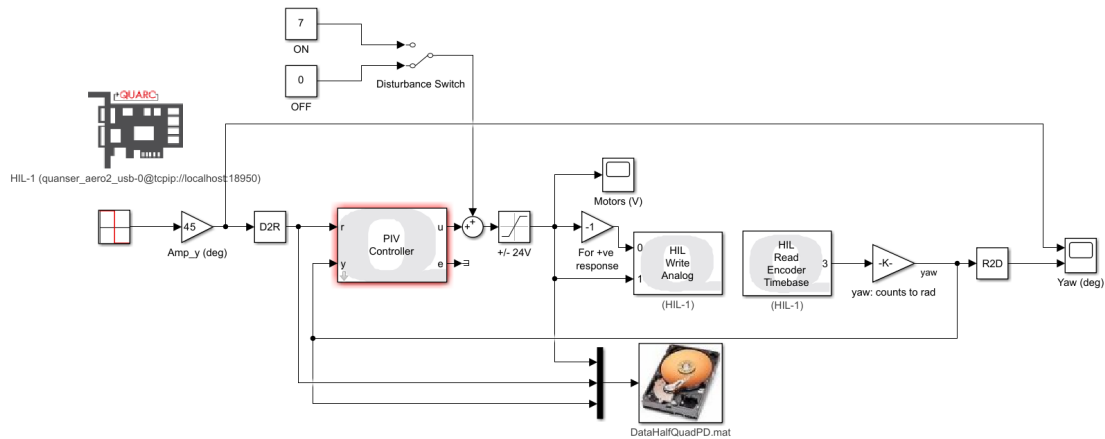

Figure 19: PID Simulink
4. Ouvrez dans Simulink le fichier `/Software/Quanser_Aero/PID_control/q.aero2_half_quad_pd.slx` in simulink. Réglez les valeurs de K_p , K_i et K_d selon vos paramètres. Le modèle est présenté dans la Figure 19